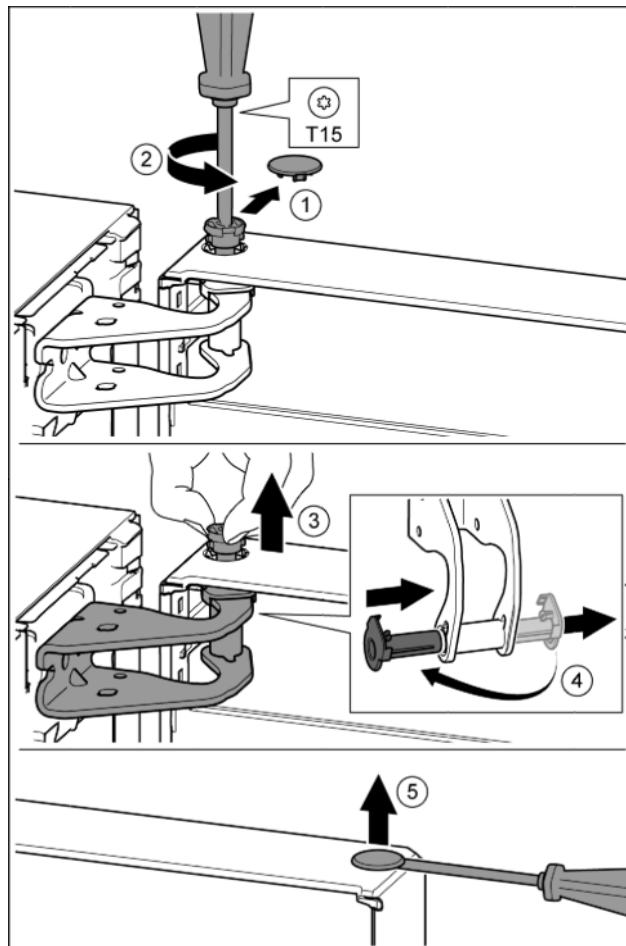

Fig. 11
- ▶ Ostrożnie zdjąć osłonę zabezpieczającą. Fig. 11 (1)
- ▶ Sworzeń wykręcić nieco przy pomocy śrubokręta T15. Fig. 11 (2)
- ▶ Przytrzymać drzwi i wyjąć sworzeń palcami. Fig. 11 (3)
- ▶ Tuleję łożyskową wyjąć z prowadnicy. Założyć z drugiej strony i zazębić. Fig. 11 (4)
- ▶ Zatyczkę ostrożnie podważyć przy pomocy śrubokręta i wyjąć z tulei łożyskowej drzwi. Fig. 11 (5)